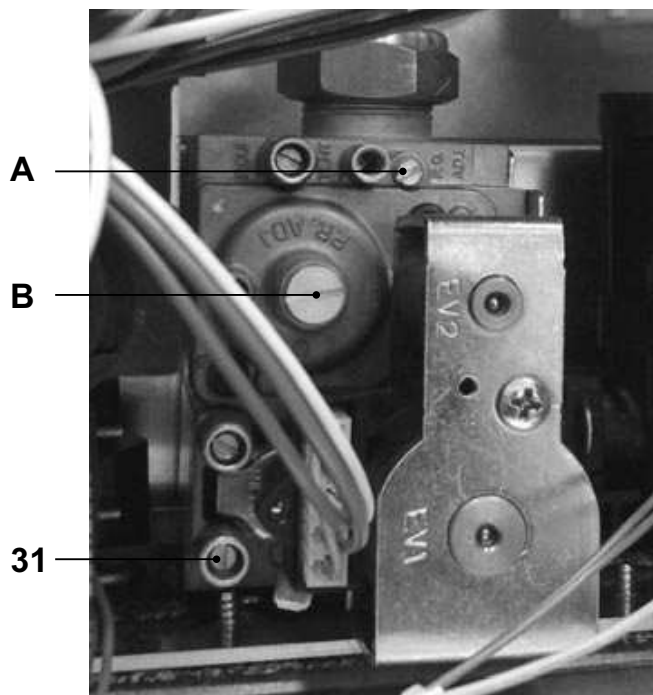

Figura 7.5
- A caldaia spenta (fuori servizio), controllare la pressione di alimentazione utilizzando la presa 31 in Figura 7.5 e confrontare il valore letto con quelli riportati nella tabella Pressioni di alimentazione gas nella sezione "Dati tecnici" pag. 23.
- Richiudere bene la presa di pressione 31 in Figura 7.5 .
- Per tarare il **CO₂** della caldaia (pressione del gas al bruciatore) svitare completamente il tappo in ottone di protezione B e agire sulla vite a brugola ø 4 mm sottostante Figura 7.5 , girando in senso orario il **CO₂** aumenta.
- Se i due dati non coincidono agire sulla vite regolazione massimo RQ (A in Figura 7.5) della valvola gas e tarare il CO_2 allo stesso valore riportato nella sezione "Dati tecnici" in tabella "Dati in sanitario" pag. 23 (modello KONDENS N 25 R) e pag. 26 (modello KONDENS N 35 R). Girando in senso orario il CO_2 diminuisce.